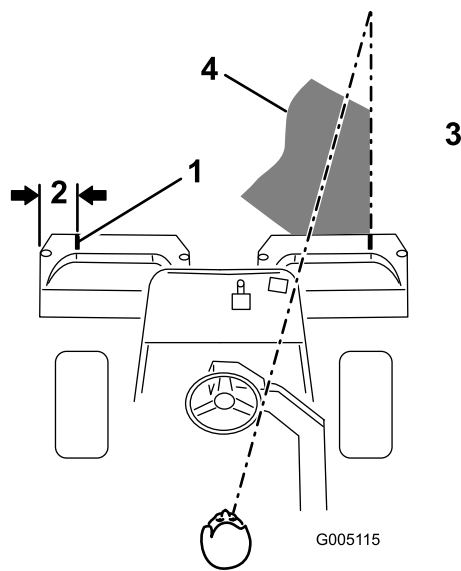
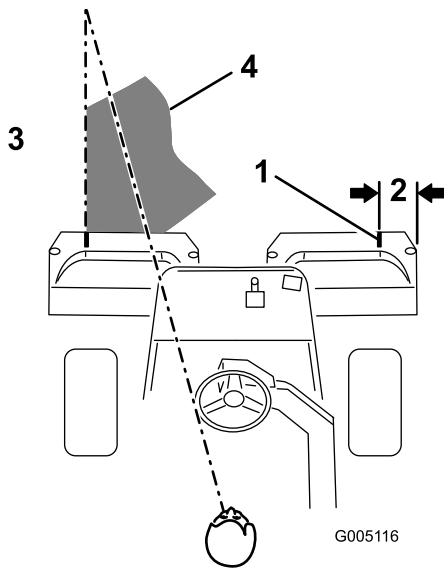

Figura 30
Figura 31
2. Coloque uma fita branca ou pinte um tira em cada um dos cestos, paralelamente à extremidade exterior de cada cesto (Figura 30).
3. Sobreponha uma quantidade mínima com o corte anterior nas passagens adicionais. Para cortar em linha recta ao longo do relvado e de modo a conseguir manter uma distância equitativa entre a extremidade da zona de corte anterior, estabeleça uma linha imaginária de aproximadamente 1,8 a 3 m à frente da máquina até a extremidade da zona por cortar (Figura 30 e Figura 31). Alguns utilizadores acham útil incluir a borda exterior da roda motriz na linha imaginária; por exemplo, mantenha a extremidade da roda motriz alinhada com um ponto que se mantém sempre à mesma distância da dianteira da máquina (Figura 30 e Figura 31).